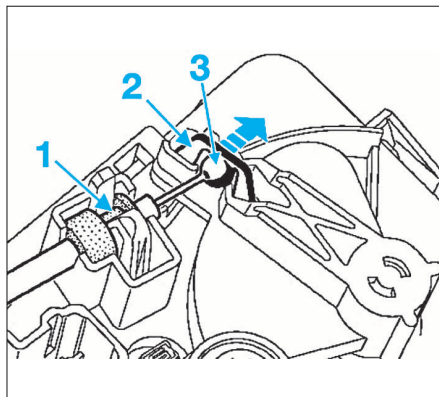

FIG. 13
**Pour désaccoupler les câbles sur le boîtier (Fig.13) :**
- libérer la gaine de son arrêt (1).
- écarter la patte (2) puis extraire la rotule du câble (3).